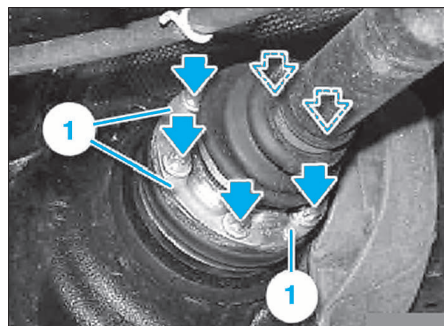

FIG. 9
- Déposer l'écrou à embase (1).
- Déposer les vis et les retirer avec les tôles d'appui (1) (Fig.9).